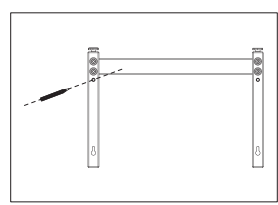

Рис. 4
- Приложите кронштейн для настенной установки к стене, убедитесь, что отверстия находятся на параллельном уровне и отметьте места для отверстий (рис. 4).